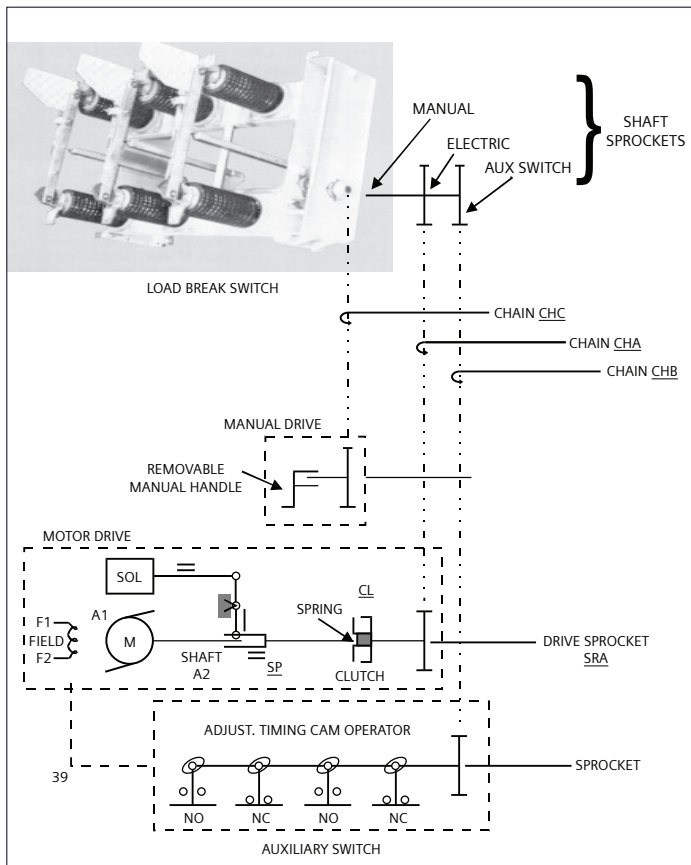

Figura 50: Diagrama del sistema de accionamiento del motor
El sistema de accionamiento se demuestra mediante el Diagrama del Sistema de accionamiento del motor (Figura 50).
El movimiento del solenoide (SOL) comprime el resorte (SP) y engancha el embrague (CL). El motor gira la rueda dentada (SRA) que a través de su accionamiento de cadena (CHA) gira el eje de transmisión del interruptor para cerrar el interruptor de interrupción de carga (Figura 50).